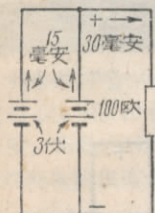

图4
候起剧烈的变化时, 也可能产生这样的情况: 即对流层中的空气密度随高度的增加将不是减小而是增加。根据前面所讲过的道理, 很容易知道, 超短波将不向地面弯曲, 而是向天空弯曲, 形成了一种反常的折射, 称为“负折射”, 如图 4 所示。负折射的结果将大大缩短超短波的传播距离。
3. 并串联接法 如图4, 把两个电池串联为一组, 两组电池再并联。这样并串联的结果使得电压和电量都会增加, 两个电池串联电压是3伏。例如负荷是100欧, 它的电流是(电池的內阻不算):
电池用并串联接法如图4, 每组的輸出电流可减为0.09安。